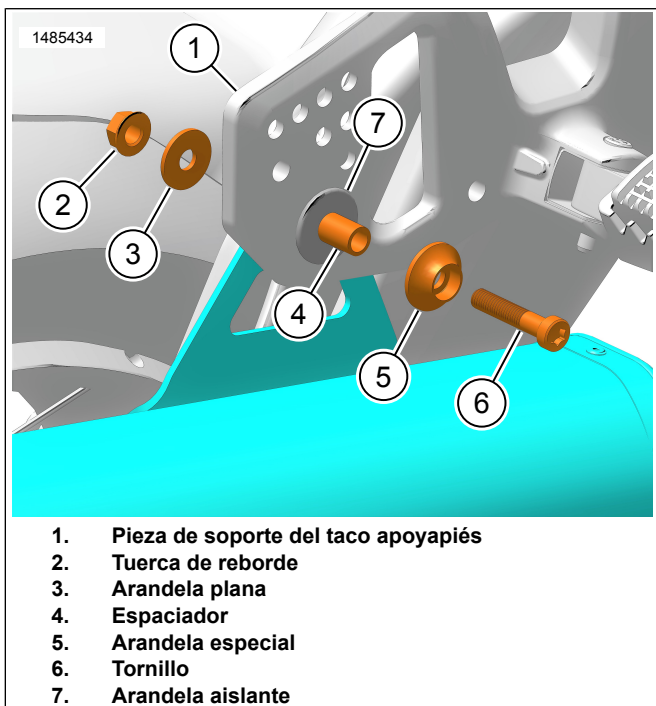

Figura 5. Elementos de sujeción del silenciador
- a. Alinee la pieza de soporte de montaje (2) con el agujero.
5. Figura 5 Coloque la pieza de soporte del silenciador detrás de la pieza de soporte del taco apoyapiés del pasajero (1).
- a. Alinee los componentes e instale el espaciador (4).
- a. Utilice el fijatornillos en el tornillo (6).
10. Figura 5 Apriete el tornillo (6).